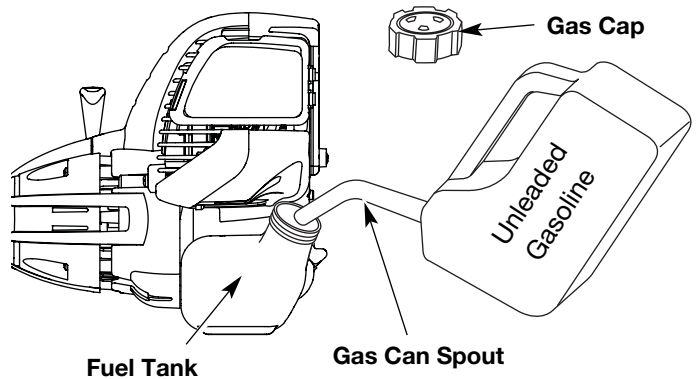

Fig. 8
- Remove the fuel cap (Fig. 8).